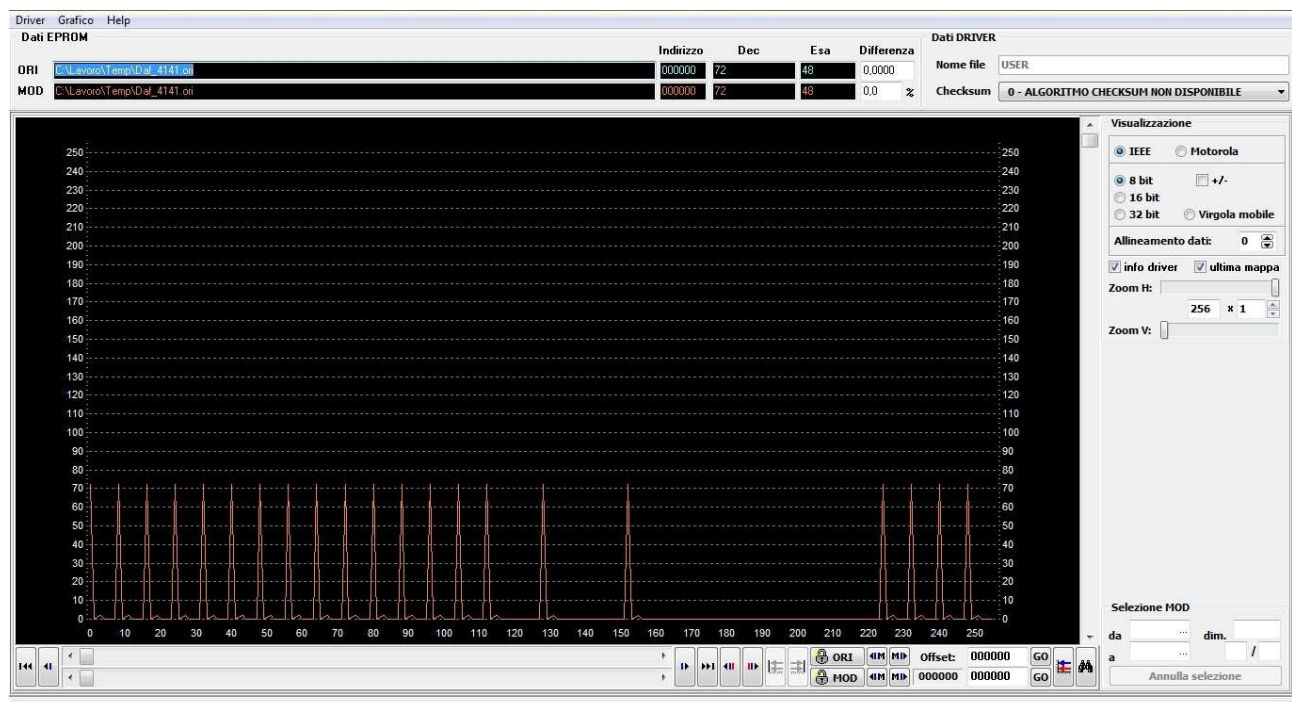

Figura 17: Finestra *Grafica 2D*.
- Finestra *Grafica 2D* (Figura 17).